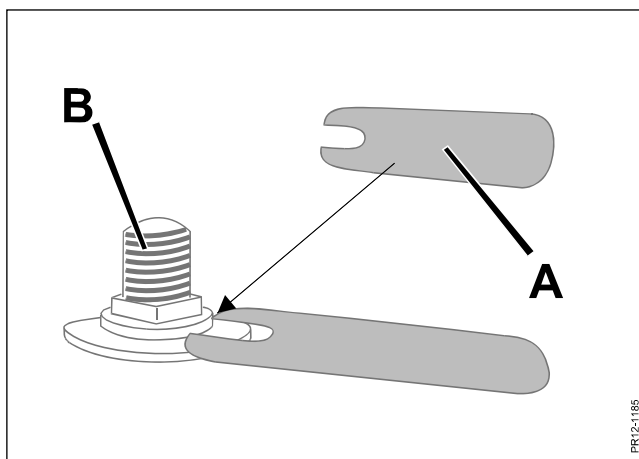

Fig. 5-8
- diameteren er mindre end 15 mm (se også nedenfor ved fig. 5-8).
- Fig. 5-8 I forbindelse med knivskifte kontrolleres alle knivbolte **B** på skiverne jævnligt med kontrollæren **A** (med i reservedelspakken).